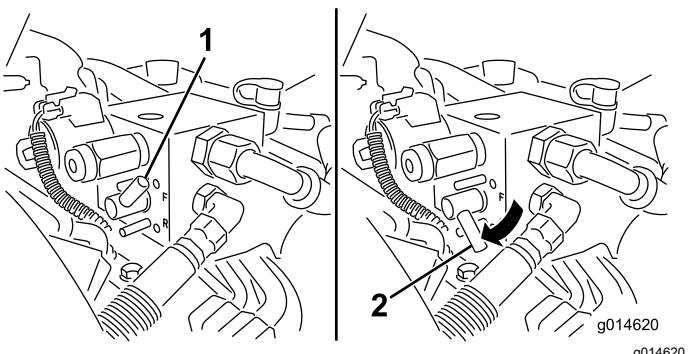

Рисунок 51
- Поверните рычаг заточки обратным вращением в положение Обратное вращение (R) (Рисунок 51).